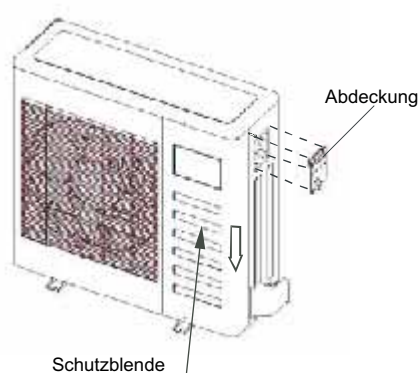

Abb. 9-1
- Öffnen Sie die Verschraubungen der Abdeckung. (Falls das Außengerät über keine Abdeckung verfügt, ist die Wartungsblende abzuschrauben und in Pfeilrichtung abzunehmen.) (s. Abb. 9-1)